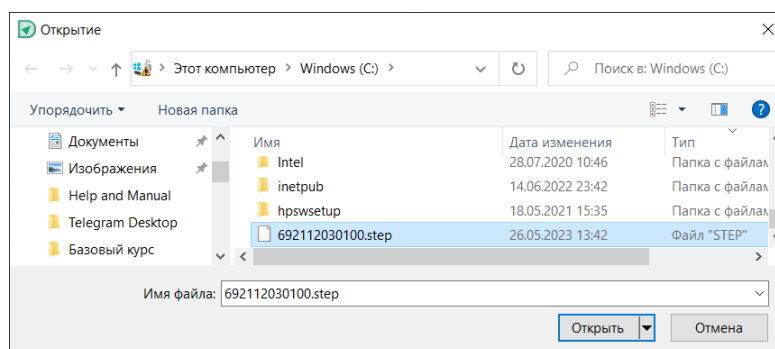

Рис. 170 Выбор файла 3D модели
10. Выберите нужный файл 3D модели в окне проводника, см. Рис. 170.